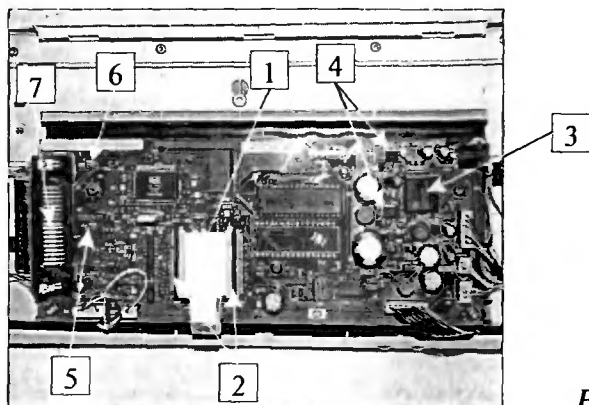

Рис. 1.6
5. Поворачивают принтер электронной платой к себе (рис. 1.6). Снимают все соединители с платы. Особую осторожность проявляют при разъединении электрических шлейфов печатающей го-
контактам в любой полярности источник постоянного тока напряжением 12 В. Подобную проверку следует проводить при снятом со шкива мотора ремне привода каретки. Если мотор исправен, вероятней всего вышла из строя электронная плата, а точнее, многофункциональная микросхема U13 типа SN104484FNHR (3 на рис. 1.6). Если нет возможности приобрести новую микросхему, заменяют всю электронную плату.
Вначале проверяют исправность сетевого адаптера. На его выходном соединителе должно быть напряжение не менее 34 В. Затем проверяют соединитель питания J10 (часто причиной его неисправности является нарушение пайки контактов). Следующий шаг — проверка кнопки включения принтера, расположенной на передней панели. Омметром определяют исправность ключевых транзисторов QF1, QF2 типа SSR 3055 (поз. 4 на рис. 1.6) источника питания. Транзисторы не нужно выпаивать из платы — достаточно проверить сопротивление между всеми их выводами в обоих направлениях. При этом следят за тем, чтобы между выводами транзисторов не было короткого замыкания. Если неисправные элементы не выявлены, вероятней всего вышла из строя многофункциональная микросхема U13 (поз. 3 на рис. 1.6).
Наиболее частой причиной указанной неисправности является дефект микросхемы буферных усилителей 5 (рис. 1.6) с маркировкой «VEB». Подобные неисправности возникают, как правило, в момент коммутации информационного кабеля LPT при включенных принтере и ПК. Возможен выход из строя резисторной сборки 6 (рис. 1.6). Если в ходе проверки не были выявлены неисправные элементы, заменяют электронную плату. Подобная неисправность может возникнуть также из-за нарушения пайки контактов внешнего разъема 7 (рис. 1.6).